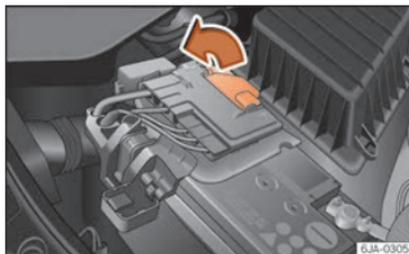

Fig. 248 Bateria: apertura de la cubierta.
- Abra la cubierta de la batería en la dirección de la flecha **»» fig. 248**.